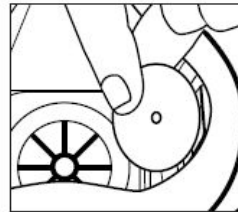

Fig. 9
1. Retirez la ou les valves existantes en les soulevant des supports (Fig. 9).